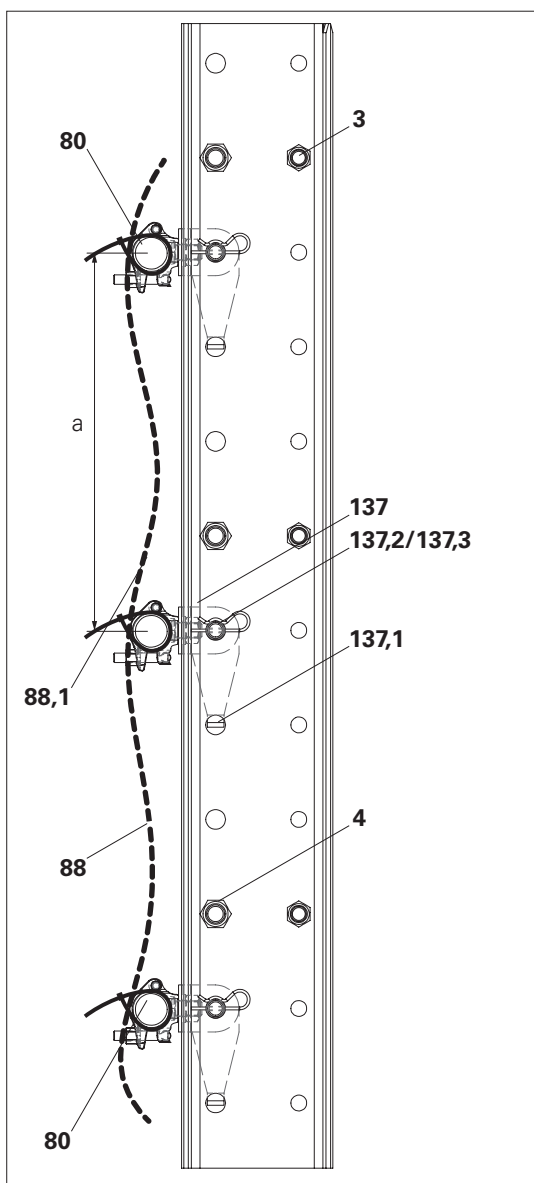

Fig. C3.09
4. Montare il tubo di impalcatura $\varnothing 48$ mm (**80**) nell'apposito attacco. Serrare il dado di raccordo a 50 Nm. (Fig. C3.09)